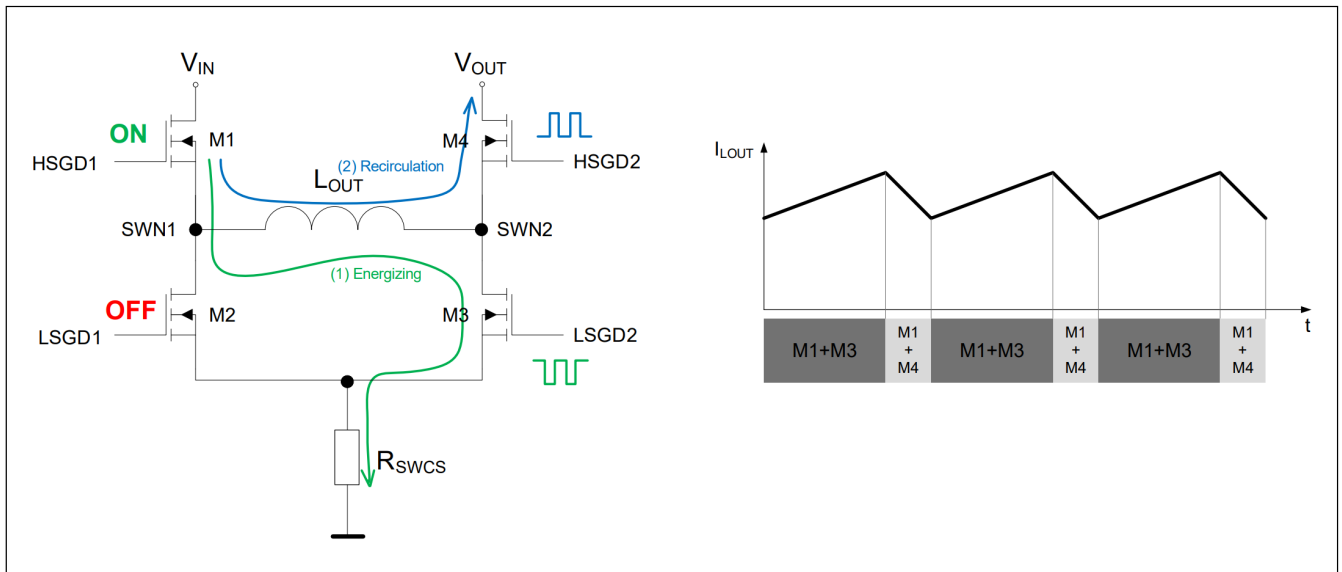

图 12 **BOOST 模式下的 4 开关 H 桥架构**
- 开关 M3 和 M4 交替工作，其行为类似于典型的同步升压调节器（见图 12）